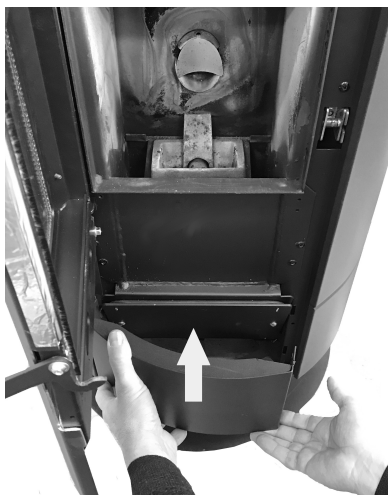

Fig. 33 - Het onderste scherm verwijderen
- Open de deur en maak het onderste scherm los (zie **Fig. 33**).